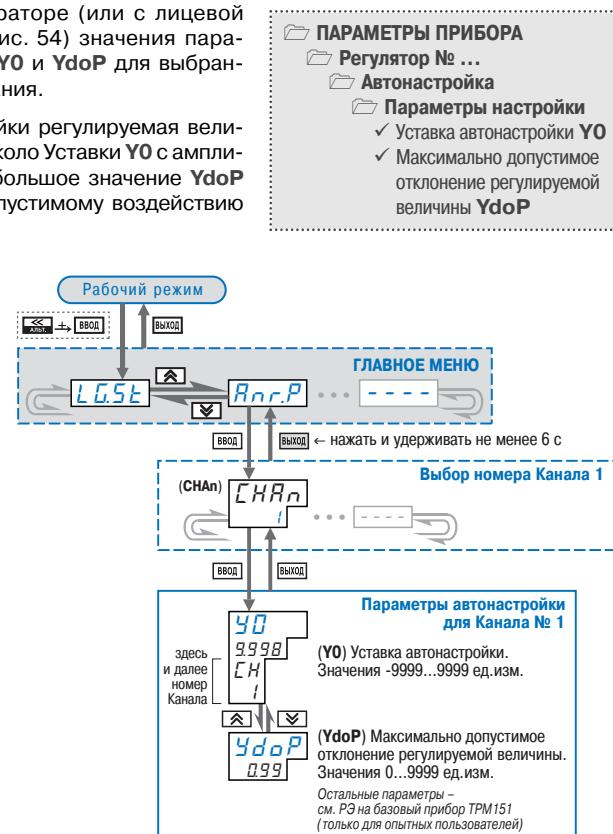

Рис. 54. Схема задания параметров АвтоНастойки с помощью кнопок на лицевой панели прибора
- Установите в Конфигураторе (или с лицевой панели прибора, см. рис. 54) значения параметров автонастройки **Y0** и **YdoP** для выбранного Канала регулирования.